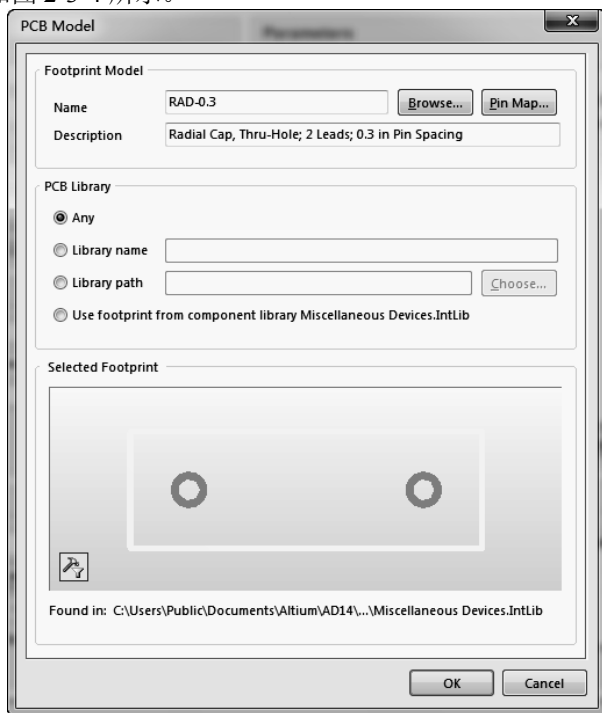

图 2-3-4 PCB Model 对话框
② 在 Models 区域中单击 RAD-0.3 将其选中，然后单击该区域中的【Edit】按钮，系统弹出 PCB Model 对话框，如图 2-3-4 所示。